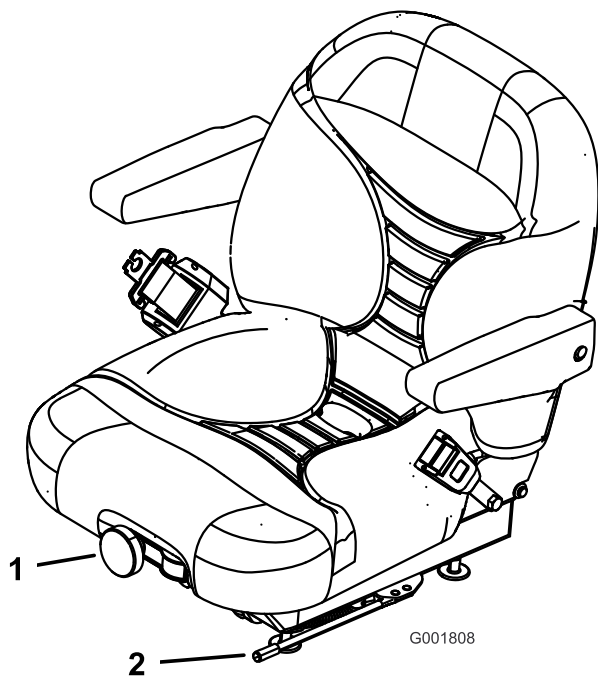

Bild 27
1. Bewegen Sie den Hebel zum Entriegeln des Sitzes zur Seite (Bild 27).
Drehen Sie das Handrad zum Verstellen an der Vorderseite solange, bis der gewünschte Komfort erreicht ist (Bild 27).